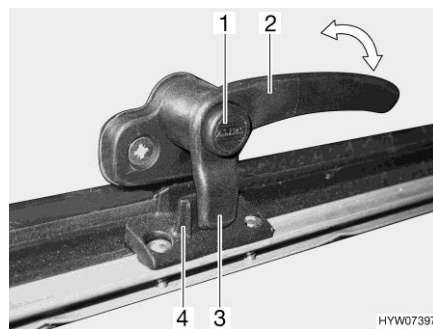
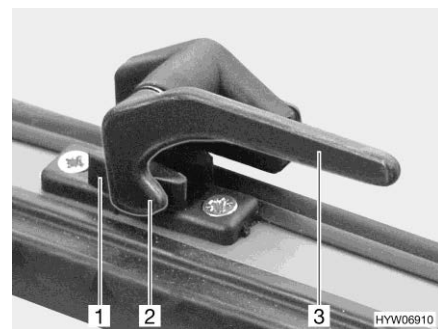

Fig. 117 Levier de verrouillage avec bouton de sécurité en position "Fermé"
Fig. 118 Levier de verrouillage en position "Fermé"
- S'il existe, appuyer sur le bouton de sécurité (Fig. 117,1) et le maintenir enfoncé.
- Tourner tous les leviers de verrouillage (Fig. 117,2 ou Fig. 118,3) d'un quart de tour vers le centre du lanterneau.
- Tourner tous les leviers de verrouillage (Fig. 117,2 ou Fig. 118,3) d'un quart de tour vers le cadre. Le tenon de verrouillage (Fig. 117,3 ou Fig. 118,2) repose sur le côté intérieur du verrouillage du lanterneau (Fig. 117,4 ou Fig. 118,1).
- En position "Fermé" (Fig. 117 et Fig. 118)